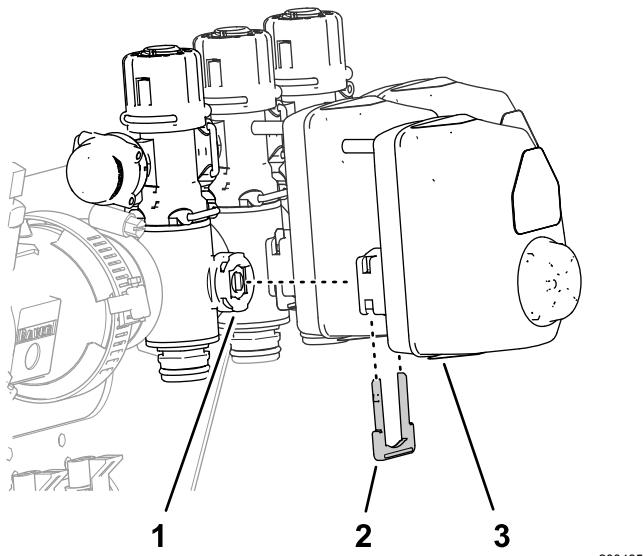

Figure 64
- 1. Retirez les 3 étriers qui fixent les 3 actionneurs aux vannes de section gauche, centrale et droite (Figure 64).
- 2. Déposez les actionneurs des vannes de section gauche, centrale et droite (Figure 64).
10. Assemblez les 3 actionneurs sur les vannes de section gauche, centrale et droite (Figure 64) avec l'étrier que vous avez retiré à l'opération 1.